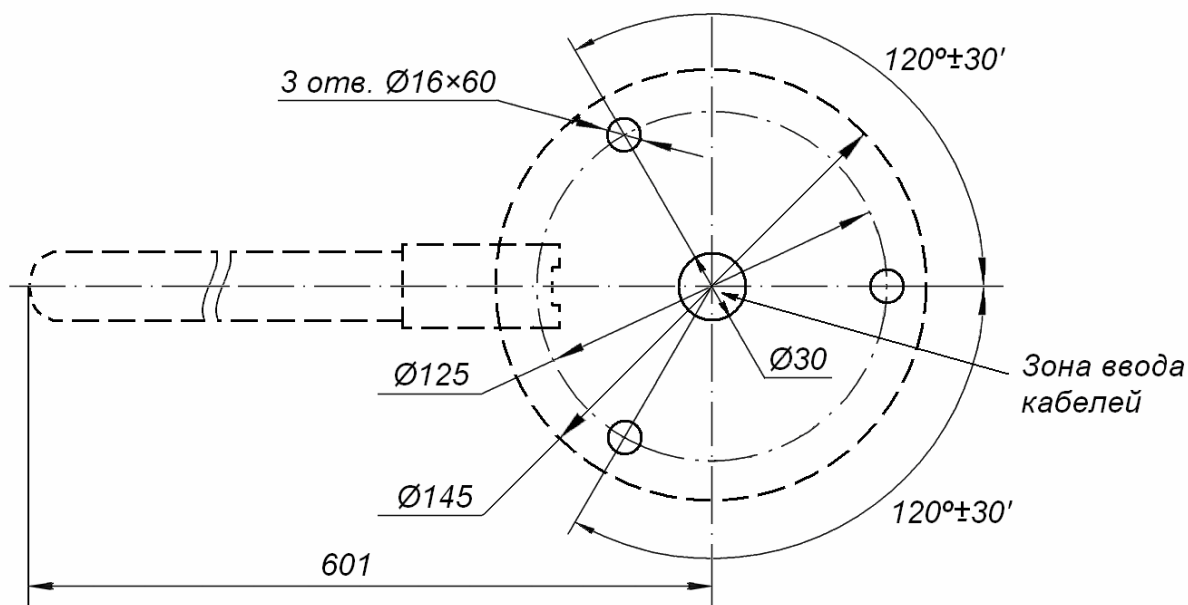

Рисунок 7 Схема разметки для монтажа турникета (пунктиром показаны габариты стойки турникета и положение одной из его створок)
- разметку установочных отверстий следует производить в соответствии с рис. 7;
2. Выполните на полу разметку под анкера для установки стойки турникета и кабельные каналы для прокладки кабеля управления (10), кабеля питания (11) в соответствии с рис. 7 и планировкой Вашей проходной.